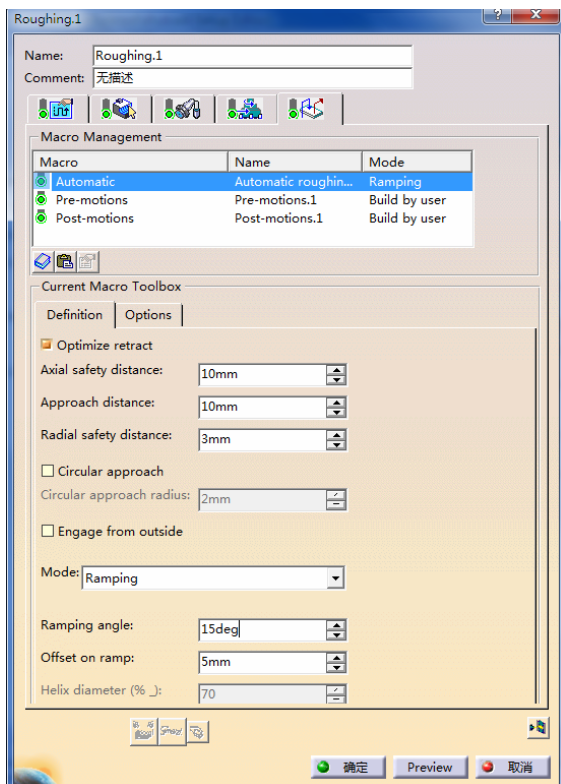

图 7-60 进退刀路径选项卡
- 在“Macro Management”区域中的列表框中选择“Automatic”, 在“mode”下拉列表中选择“Ramping”, 设置其他参数如图 7-60 所示。